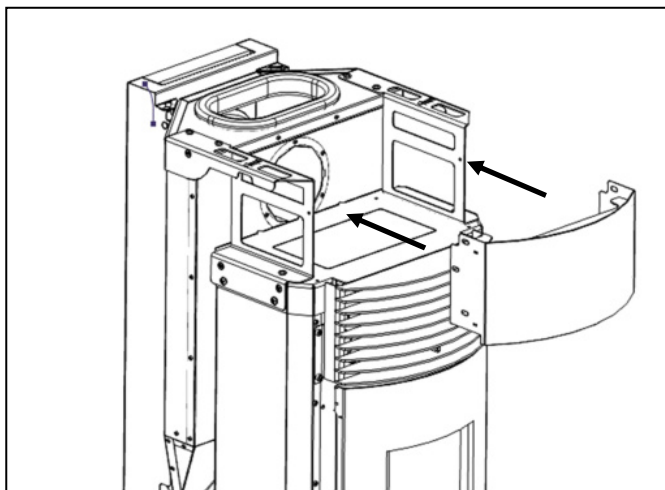

Figura 75 - Encaixe do frontal da estrutura
b) Colocar o frontal superior como demonstra a Figura 75, posicionando as abas da peça frontal na face interna da estrutura.